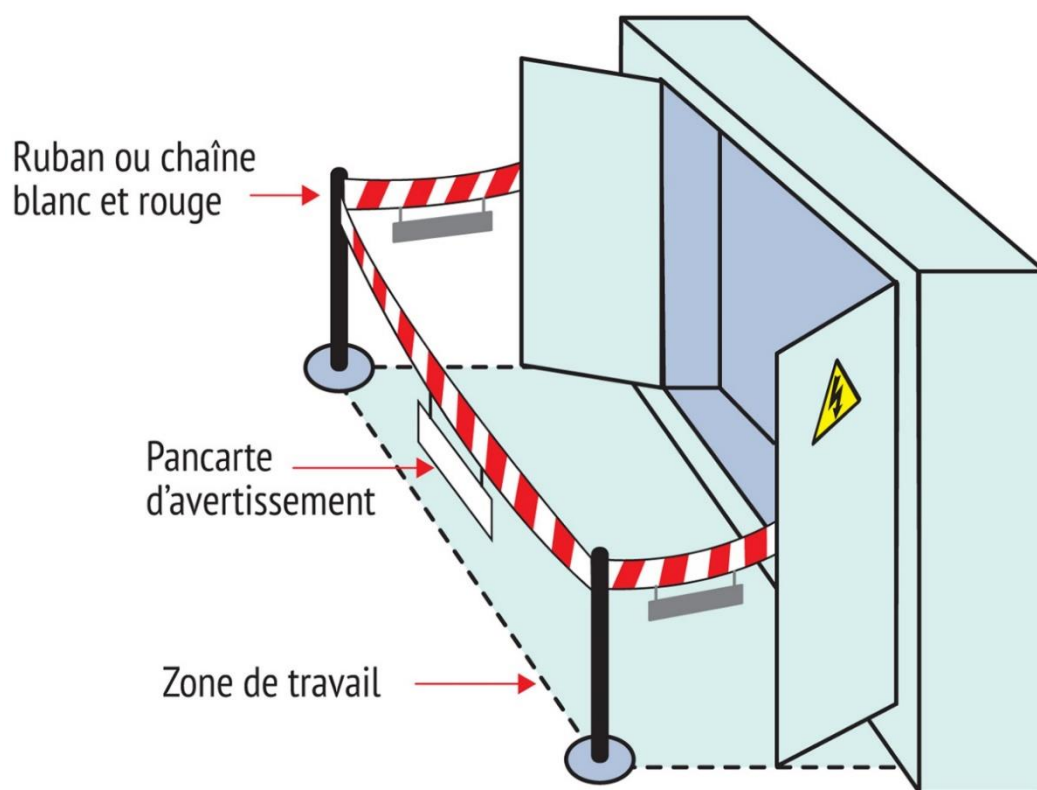

Figure 3 – Balisage autour d'une armoire électrique ouverte.
- Délimiter l'emplacement de travail par un **balisage** et une **pancarte** d'avertissement de travaux (**responsabilité du BR ou du B2**). Ce balisage est obligatoire dans le cas où l'intervenant ne se sert pas lui-même d'écran de protection (se référer à la figure 3).